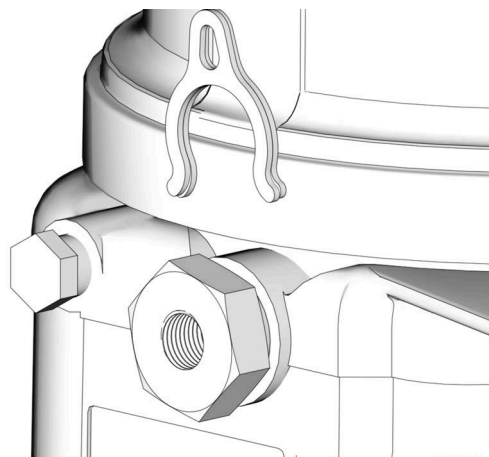

図 21
ポンプ吐出量の制御は、スペーサーなし (0)、スペーサー 1 もしくは 2 により設定されます(図 21)。